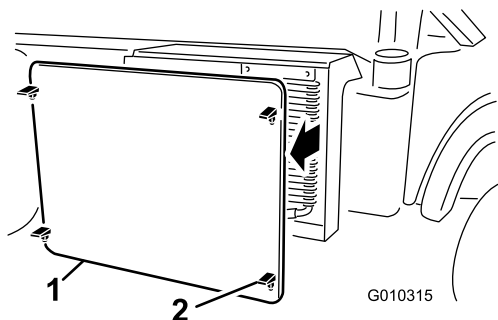

Figura 60
2. Abra los enganches y retire la rejilla del radiador de la parte delantera del radiador (Figura 60).